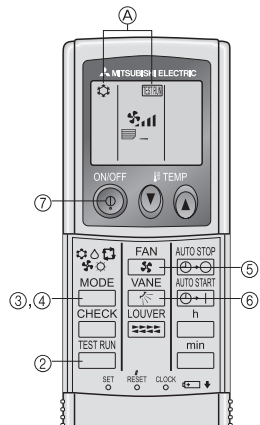

Fig. 6-2
6.2.2. Utilisation de la télécommande sans fil (Fig. 6-2)
- ① Mettre l'appareil sous tension au moins 12 heures avant l'essai de fonctionnement.
- ② Appuyer sur le bouton **TEST RUN** deux fois sans le relâcher. (Commencer cette opération alors que l'affichage de la télécommande est éteint.)